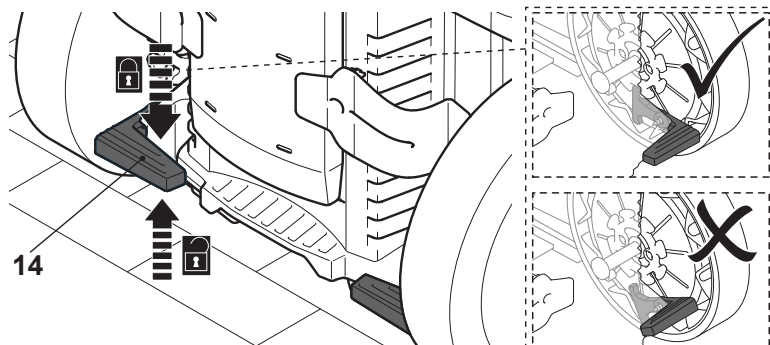

Fig. 22
1. Pise no pedal do travão (14) para travar a roda traseira. Mova ligeiramente o roda para garantir que a alavanca do travão está devidamente engatado. (Fig. 22).